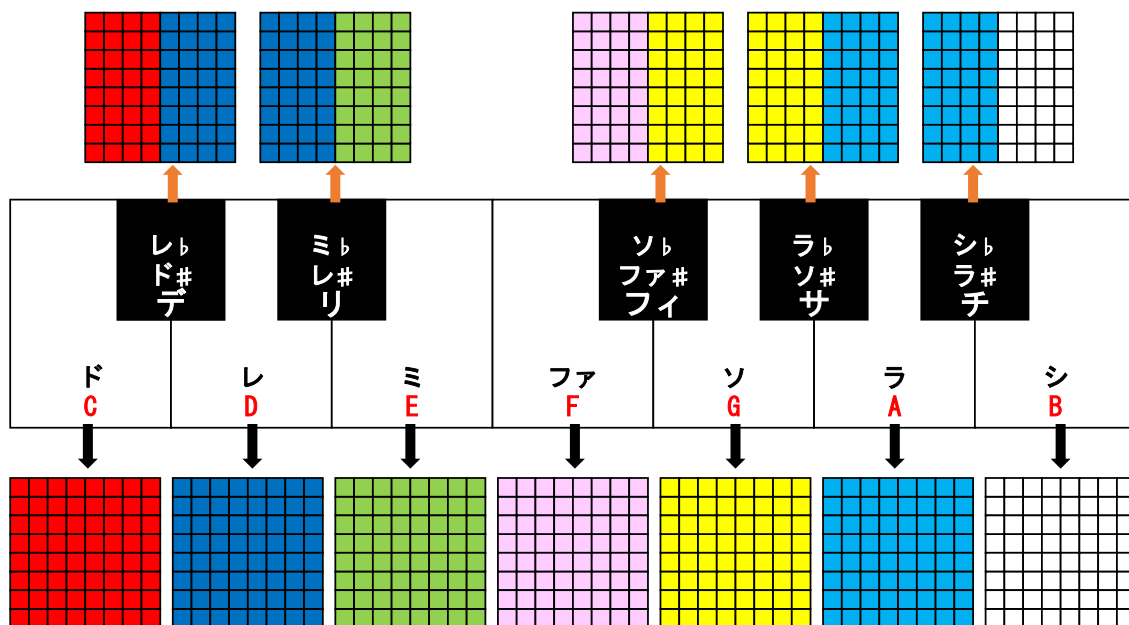

図 1-6 音階ごとの表示色(特定 MIDI チャンネル表示モード)
(2) メロディ表示中(特定 MIDI チャンネル表示モード)のマトリクス LED 表示
- 音階(ド・レ・ミ・ファ・ソ・ラ・シ)ごとに色を図 1-6 のとおりに割り当てます。ピアノで例えると、白鍵の打鍵メッセージを受信した場合は 1 色で、黒鍵の打鍵メッセージを受信した場合は 2 色で表現しています。